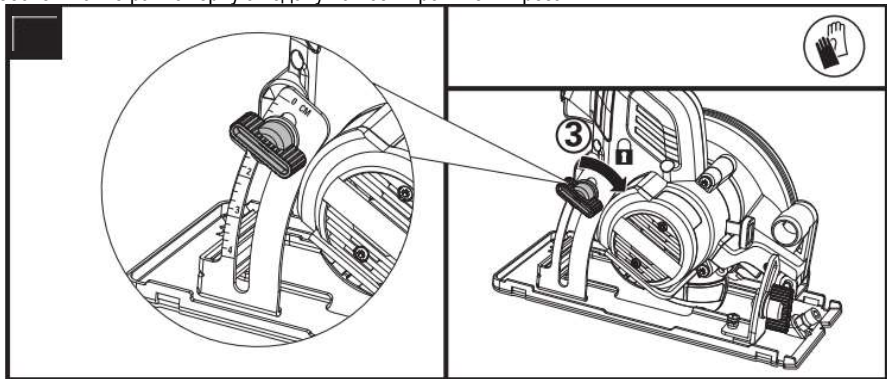

Рис. 5 Регулировка глубины резания
6.2.2 Регулировка глубины пропила (рис. 5)